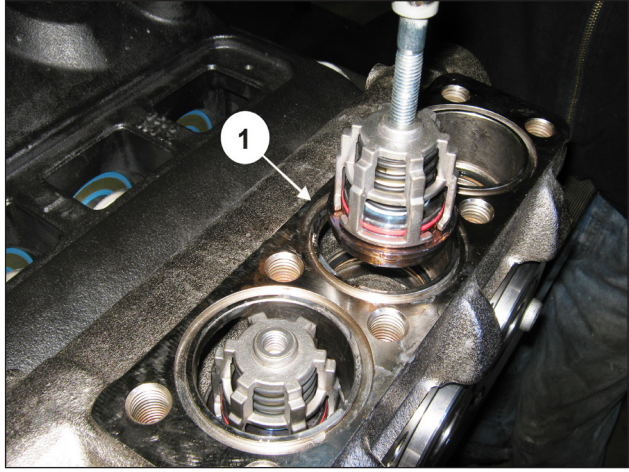

图 102
用一个锤头式提取器(代码27516400)作用在阀导承的M10孔上(位置①，图 102)，或者用一个M10-M16适配器(代码25089700)作用在阀导承的M16螺纹上，将排出阀组件取出。